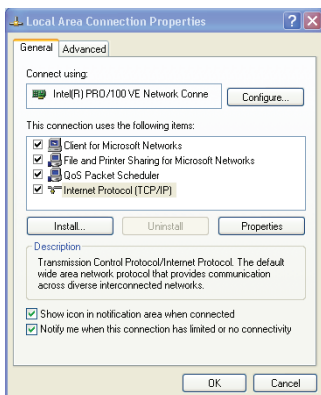

Рис. 5. Окно Local Area Connection Properties (Подключение по локальной сети – свойства)
5. Выберите позицию Internet Protocol (TCP/IP) (Протокол интернета) и щелкните кнопку **Properties** (Свойства) (см. рис. 5).